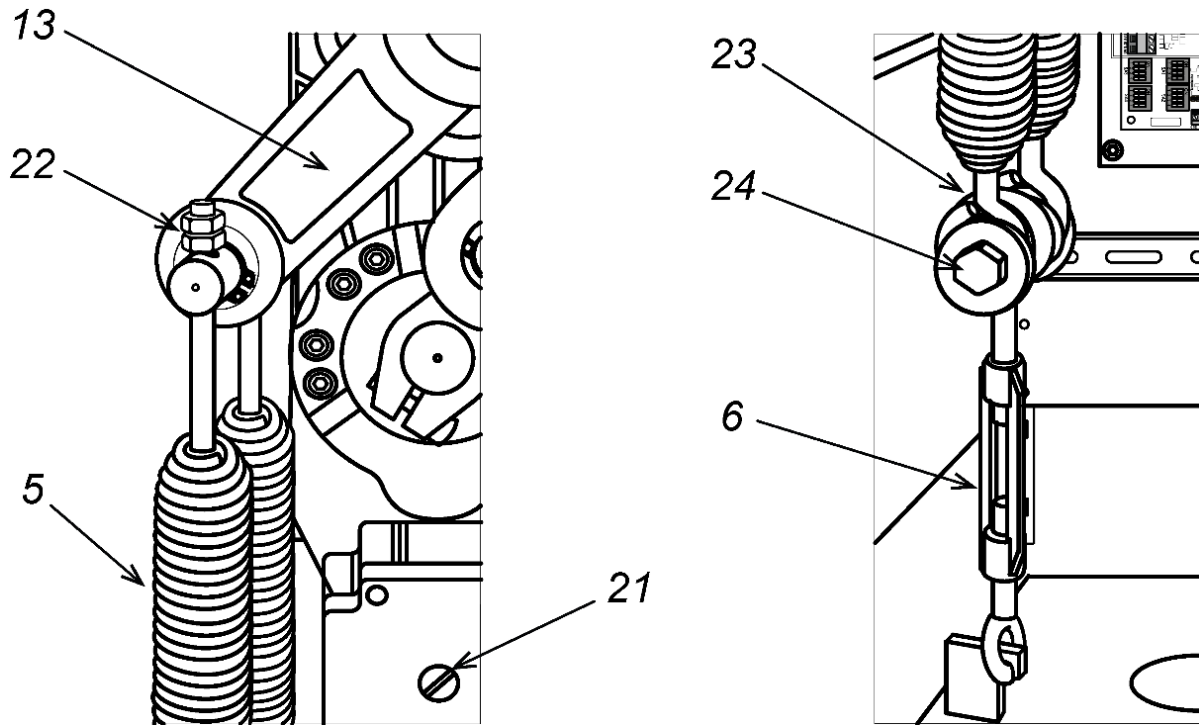

Рисунок 15. Установка балансирующих пружин
Переведите кронштейн крепления стрелы в горизонтальное положение, для чего вращайте винт (ручку) разблокировки привода (21) по часовой стрелке до упора (см. рис. 15).
2. Снимите дверцу (2), открыв замок ключом.
3. На приводе стрелы переведите рычаг (13) в нижнее положение (см. рис. 15). Для этого шлицевой отвёрткой вращайте винт (ручку) разблокировки привода (21) против часовой стрелки, пока стрела не разблокируется из крайнего положения, затем вручную поднимите ее вертикально до упора. Для окончательной блокировки стрелы в крайнем верхнем положении вращайте винт (ручку) разблокировки привода (21) против часовой стрелки до упора.
4. Установите выбранные пружины (5) в отверстия шарнира рычага (13) и закрепите их гайками M8 (22) из комплекта поставки. Зафиксируйте гайки на шпильках пружин дополнительными контргайками M8. Над гайками у обеих пружин должно быть примерно одинаковое количество витков резьбы (не менее 3-5 витков).
5. Соедините свободные концы пружин, для чего между ушками пружин вставьте межпружинную втулку (23), затем с обеих сторон сборки – плоские шайбы, и стяните всю сборку болтом M12 с гайкой и пружинной шайбой (24) из комплекта поставки. Если ставится только одна пружина, то межпружинная втулка не ставится, крюк талрепа надевается сразу на ушко пружины.
6. Наденьте на межпружинную втулку (23) крюк талрепа (6) и, придерживая его ухо, раскрутите талреп почти на всю длину. Наденьте ухо талрепа на зацеп на дне корпуса стойки шлагбаума. Предварительно натяните пружины талрепом на 8-10 витков резьбы.
5. Также регулировать натяжение пружин можно при помощи гаек (22) на верхних шпильках пружин (см. рис. 15), при этом над гайками у обеих пружин должно быть примерно одинаковое количество витков резьбы, но не менее 3-5 витков.